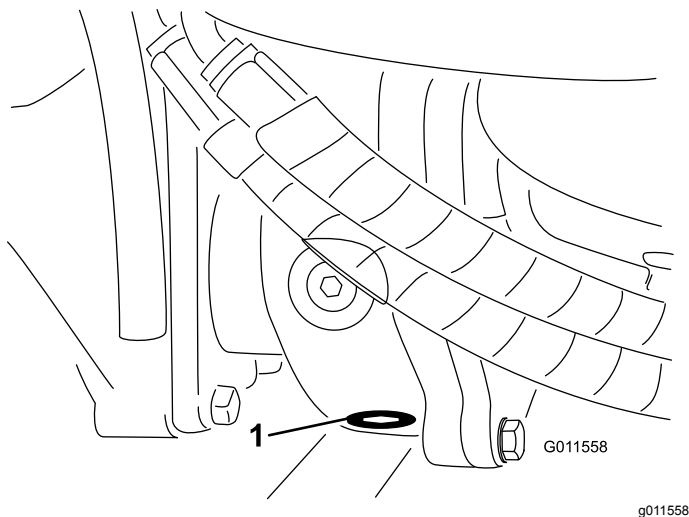

Figura 91
5. Limpie la zona alrededor del tapón de vaciado en la parte inferior de la caja de engranajes (**Figura 91**).